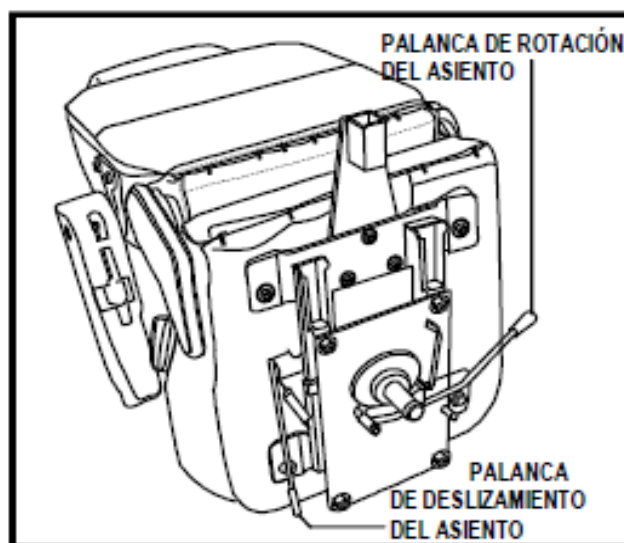

Figura 8.
1. Suba la palanca de rotación del asiento. La palanca está situada en la parte derecha del asiento. (Figura 8).
Puede desplazar el asiento hacia delante y hacia atrás para ajustar la distancia entre el asiento y el manillar. (Figura 8).